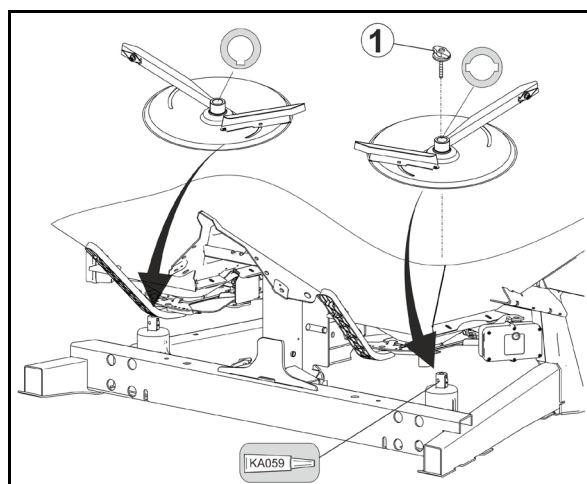

Fig. 69
1. Fjern vingemøtrikken (Fig. 69/1).